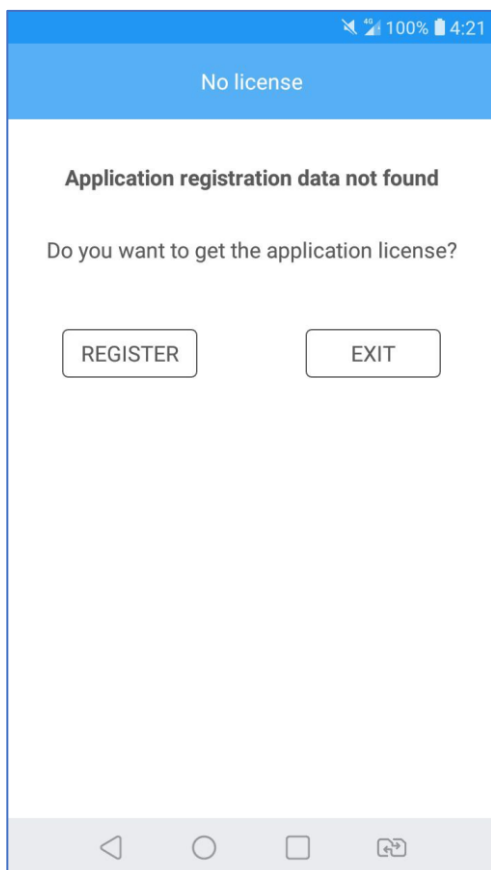

рис. 2.1. Запрос на генерацию уникального ключа приложения
- 3) При первом открытии приложение предложит получить лицензию (рис. 2.1). Нажмите **«Register»**.